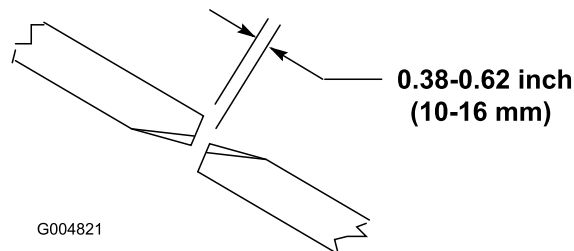

Figura 25
Para asegurar la operación correcta de la carcasa de corte, debe haber una separación de 10–16 mm entre los extremos de las cuchillas de las carcasas de corte laterales y central (Figura 25).
2. Gire una cuchilla central y una cuchilla lateral de manera que las puntas estén alineadas. Mida la distancia entre los extremos de las cuchillas (Figura 25).